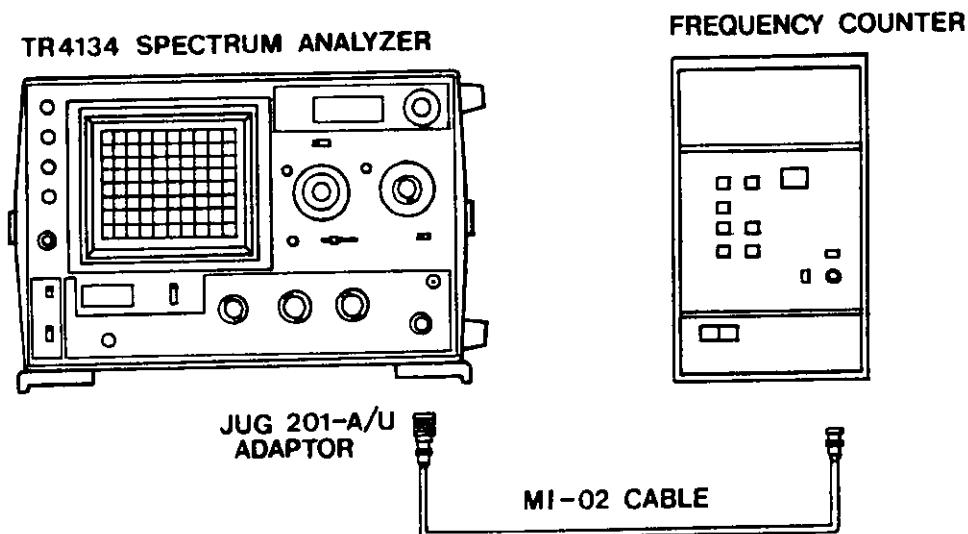

図5-9 CAL. OUT. 周波数精度の試験
1. 本器の **CAL. OUT.** を周波数カウンタの入力に接続します。[図5-9]